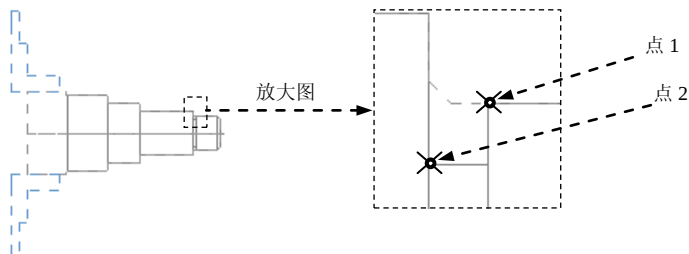

图 8.11.14 定义加工轮廓
Step2. 定义加工边界。选中 **2 点** 单选项，单击 **✓** 按钮，在图形区依次选取图 8.11.14 所示的两个点（右端竖直线上的上端点和左端竖直线的下端点），然后按 **Enter** 键，系统弹出“车削筒式径向车 属性”对话框。